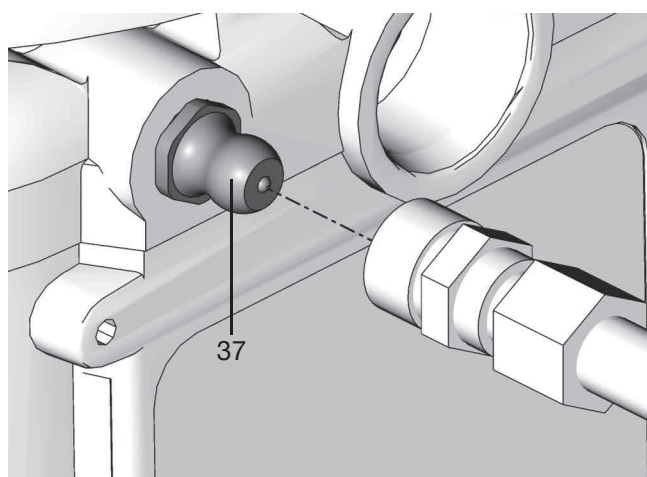

FIG. 7
1. Collegare il flessibile di riempimento al raccordo d'ingresso (37) (FIG. 7).
1. Collegare il flessibile di riempimento al raccordo d'ingresso (FIG. 7).